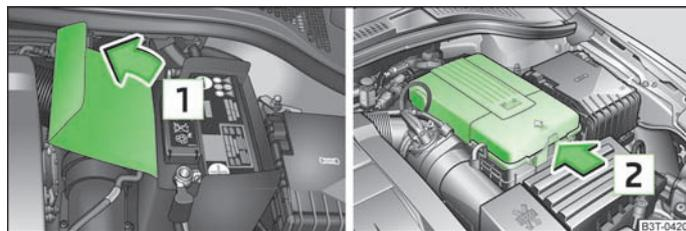

Fig. 165 Vano motore: coperchio di poliestere della batteria della vettura / coperchio di plastica della batteria della vettura
La batteria si trova nel vano motore all'interno di una copertura di poliestere  » fig. 165 o di plastica  » fig. 165 oppure nello scomparto laterale sinistro del bagagliaio » fig. 102.
- Aprire la copertura della batteria nella direzione indicata dalla freccia  oppure premere sul bloccaggio sul lato del coperchio batteria nella direzione indicata dalla freccia  » fig. 165, aprire il coperchio e rimuoverlo.
Durante i lavori sulla batteria il bordo del coperchio di poliestere della batteria  lato sinistro viene inserito tra la batteria e la parete laterale del coperchio della batteria.» fig. 165